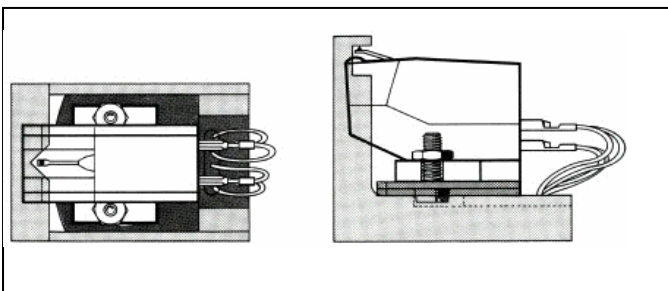

Fig. 9
Schieben Sie den Systemträger in die beiliegende Montagelehre. Die Montage ist korrekt, wenn die Abtastnadel, von oben betrachtet, in der V-förmigen Aussparung der Systemeinklehlehre steht. Von der Seite betrachtet, muss die Nadel im Bereich der rechteckigen Aussparung stehen (Fig. 9).
For the precise adjustment of the so-called stylus overhang push the head shell with cartridge into the supplied mounting gauge. The adjustment is correct if the stylus is flush with the V-shaped recess in the gauge as viewed from above. When viewed from the side the stylus should be seen within the rectangular recess of the gauge (Fig. 9). Adjust the cartridge in the head shell until the correct positions are achieved. Lastly, tighten the mounting screws, put the head shell with cartridge back on the tone arm and tighten the collar-lock (9).
L'exemple de branchement indiqué dans la figure 9 se rapporte au système Ortofon AT 95 E!
Insérez le support de système dans la glissière de montage fournie. Le montage est correct lorsque la pointe de lecture, vue d'en haut, est placée dans l'ouverture en V de la glissière de montage. Vue de côté, la pointe doit être enfoncée dans l'orifice rectangulaire (fig. 9).